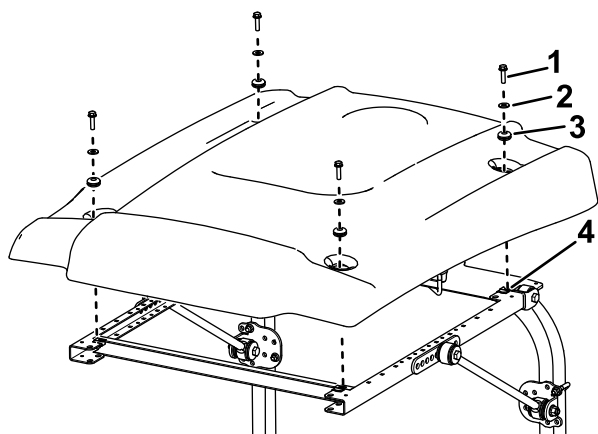

Figura 35
- Alinee los taladros de montaje y posicione el toldo sobre el bastidor, según se muestra en Figura 35.
16. Sujete provisionalmente cada esquina del toldo al bastidor con un perno con arandela prensada (5/16" x 1"), una arandela pequeña y un anillo de goma (Figura 35).